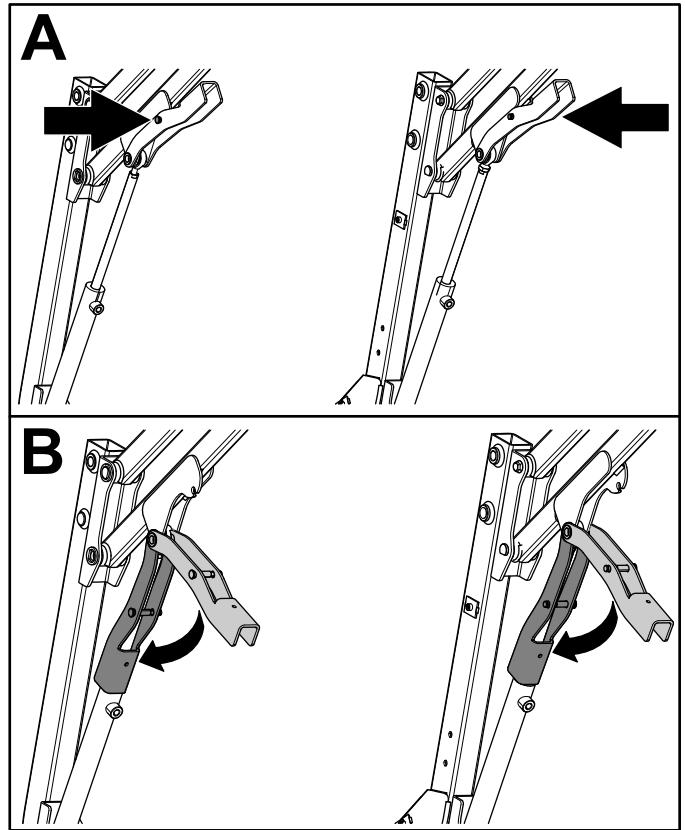

図 41
- A. マグネット式の安全ロックについているピンを内側に押し込む図 41。
- B. ピンを押さえながら、マグネット式安全ロックを油圧シリンダの上に降ろす 図 41。